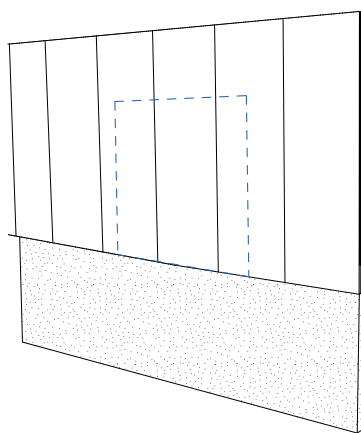

Fig. 144. Esquema medidas hueco y tapa
- Marcar en la pared sándwich el perímetro del agujero que se debe de realizar (**Fig. 144**). Las medidas de éste deben ser de 1350x1350 mm.